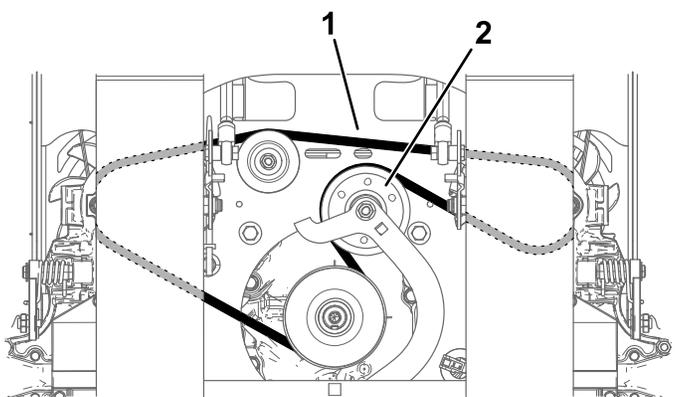

**Рисунок 58**
6. Вставьте ключ с храповым механизмом в квадратное отверстие в рычаге натяжного ролика, чтобы снять натяжение ремня (Рисунок 58).
10. Зацепите пружину за держатель пружины. Используйте ключ с храповым механизмом, чтобы натянуть пружину и дать возможность ремню пройти поверх кромки натяжного шкива (Рисунок 58).